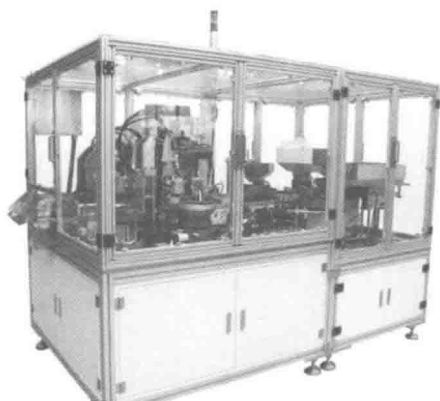

图 4-9 防护罩是设备的外衣
(5) 安全因素 在考虑人机因素的方方面面后，所做的安全防范措施必将更加严密。例如给设备加上安全防护罩（见图 4-9），并没有增强设备的功能，是多余的设计还是必要的举措？拉闸开关为什么是往下拉时为断，往上拨时为通？设备上的一些冲裁、铆合、焊接等工站，有没有贴上醒目的“危险”标识等。